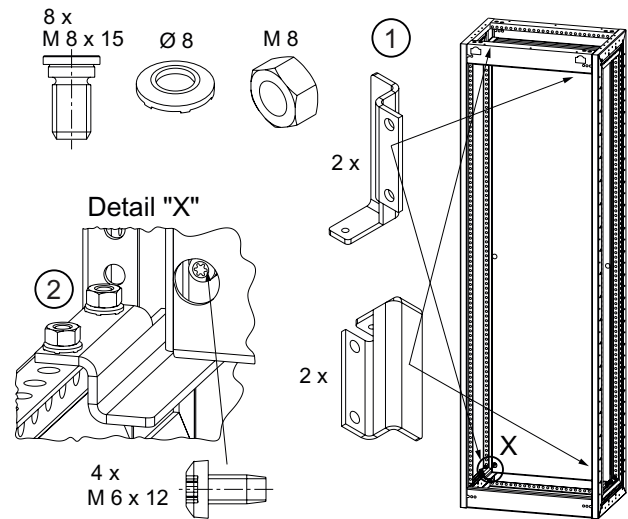

Bild 9
- 1 Die 4 Befestigungswinkel mit Einziehbolzen M 8x15, Kontaktscheiben 8 und Muttern M 8 am Gerüst befestigen, siehe Bild 9.